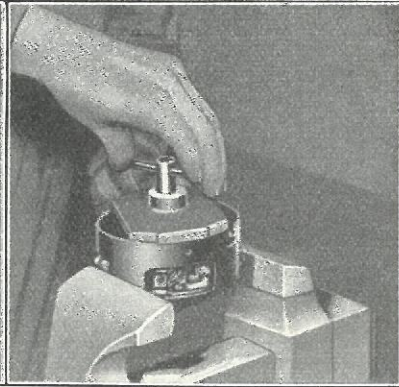

Fig. 494
- 965** Naar den nye Bøsning er indsat, er det nødvendigt at rømme den op (Fig. 494).